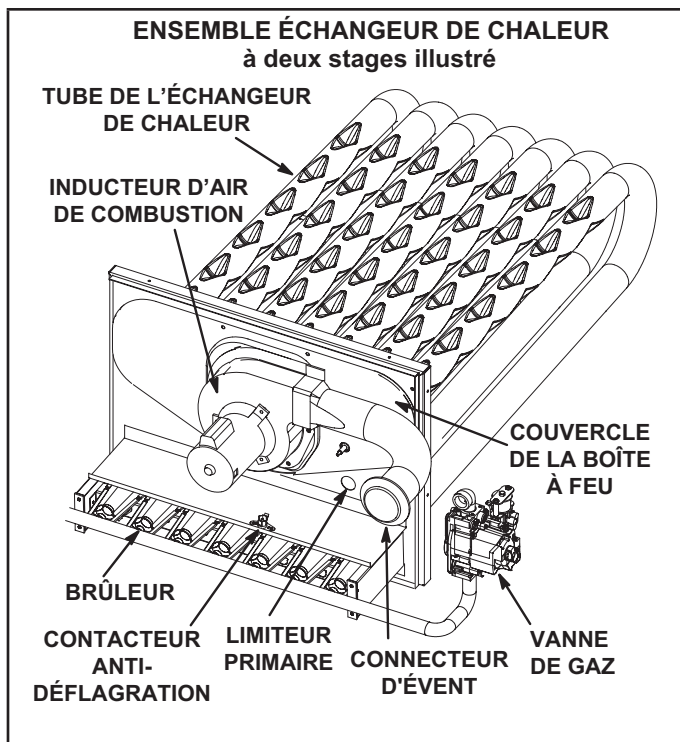

FIGURE 35
Les limiteurs sont réglés en usine et ne sont pas ajustables. Le limiteur primaire est situé à droite de l'inducteur d'air de combustion. Voir FIGURE 35.
- 4 - Retirer et conserver les vis fixant l'inducteur d'air de combustion sur la boîte à feu. Retirer le connecteur d'évent. Voir FIGURE 35.